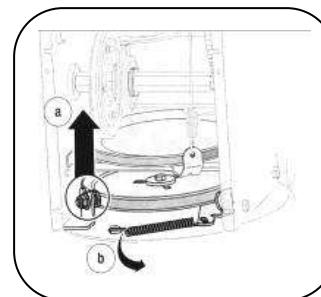

Рис.24
- б. Освободите опорный кронштейн пружины от рамы. См. рис. 24.